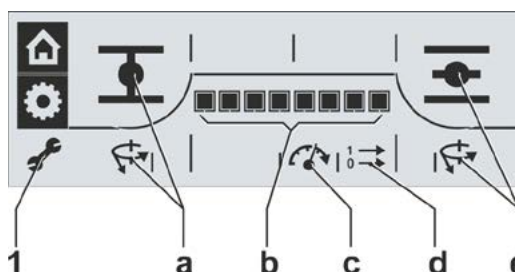

Fig. 4: Visualizar parâmetros
O símbolo 'Parâmetro' (Fig. 4, pos. 1) estará ativo e os parâmetros e seus ajustes serão mostrados sequencialmente e automaticamente, veja figura 4: